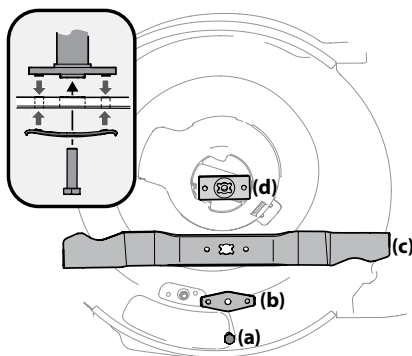

Figure 4-6
3. Retirez le boulon (a) et le support de la lame (b) qui fixent la lame et l'adaptateur au vilebrequin du moteur. Voir Figure 4-6.
4. Retirez la lame (c) et l'adaptateur (d) du vilebrequin. Voir Figure 4-6.
6. Lubrifiez le vilebrequin du moteur et la surface interne de l'adaptateur de la lame avec une huile légère. Placez l'adaptateur (d) sur le vilebrequin. Assurez-vous d'installer la lame avec le côté marqué « Grass side » (ou estampé du numéro de pièce) face au sol. Veillez à ce que la lame soit alignée et bien placée sur les brides de l'adaptateur. Voir l'encadré de la Figure 4-6.